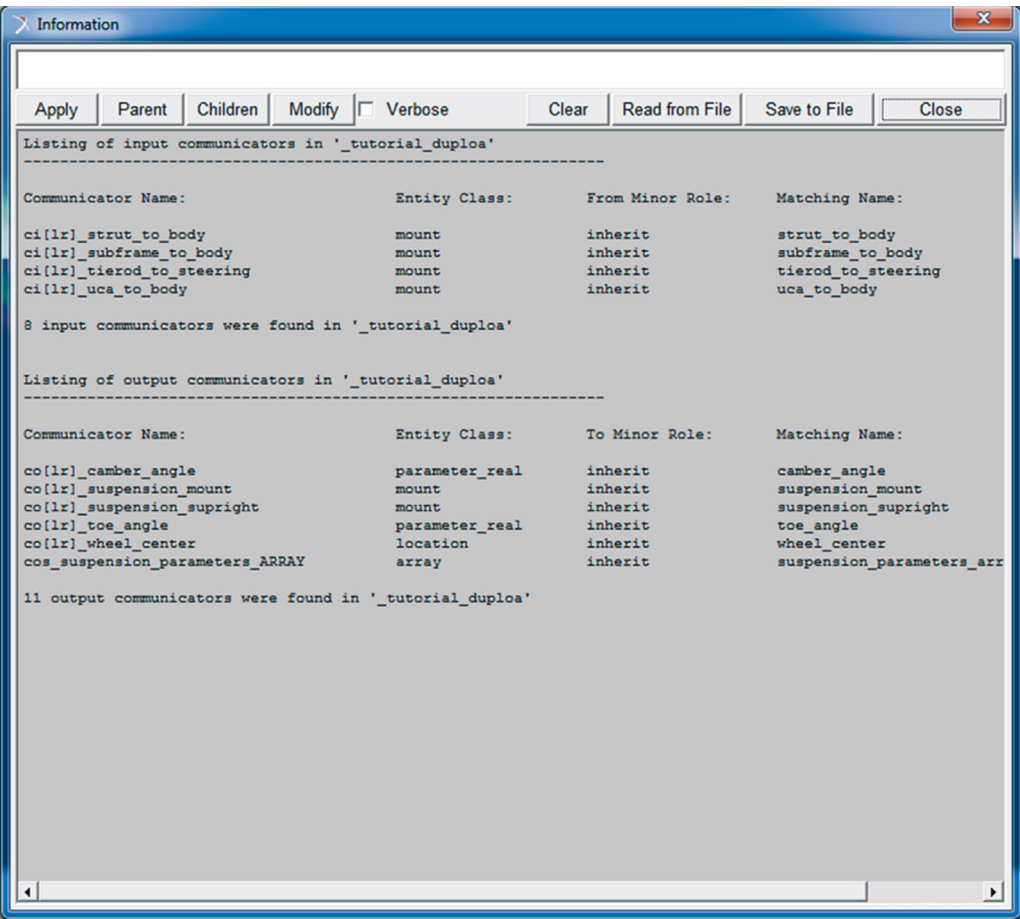

Figura 5.155 – Informações sobre os *Communicators*.
A janela *Information* será aberta, e nela constam as informações requeridas, conforme a Figura 5.155.
- Após análise das informações, clique em *Close* nesta mesma janela, opção que se encontra no canto superior direito da caixa de diálogo da Figura 5.155.